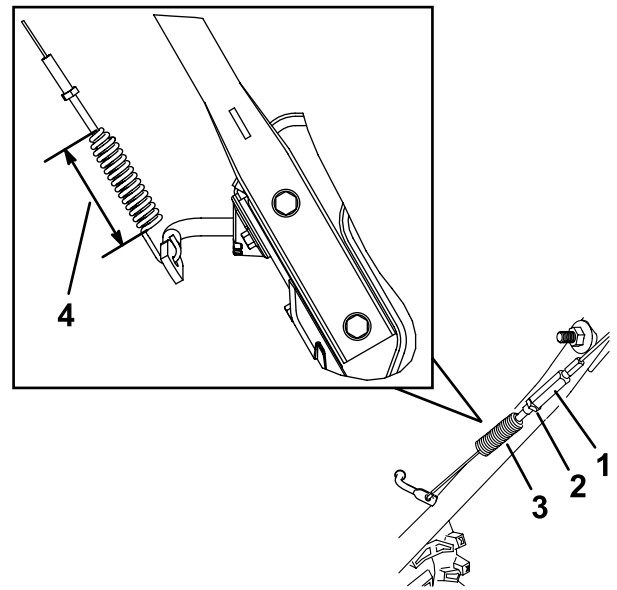

Figure 32
1. Desserrez l'écrou de blocage (Figure 32).
3. Desserrez ou serrez le tendeur pour régler la longueur du ressort à 6,6 cm (2-3/5 po), comme montré à la Figure 32.
4. Serrez l'écrou de blocage (Figure 32) en vérifiant que le câble est légèrement tendu.